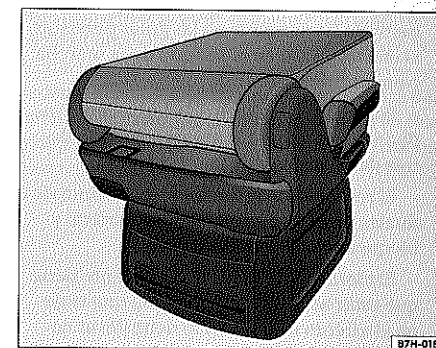

Fig. 63 Asiento individual: respaldo en posición de mesa
– Compruebe si el respaldo está correctamente encastrado en posición horizontal ("posición de mesa") ⇒ fig. 63.